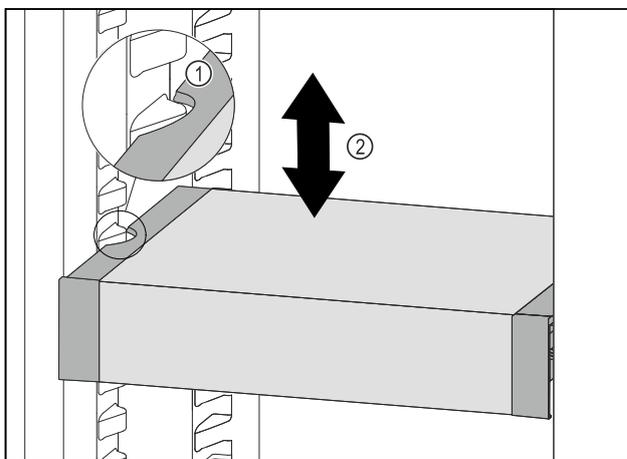

Fig. 87
- ▶ VarioSafe vucite prema naprijed sve dok se bočni otvori VarioSafe ladice ne nađu na visini žlijeba spremnika u hladnjaku. Fig. 87 (1)
- ▶ Pomičite ladicu VarioSafe u hladnjaku prema gore ili dolje sve dok ne dosegnete željenu visinu. *Fig. 87 (2)*